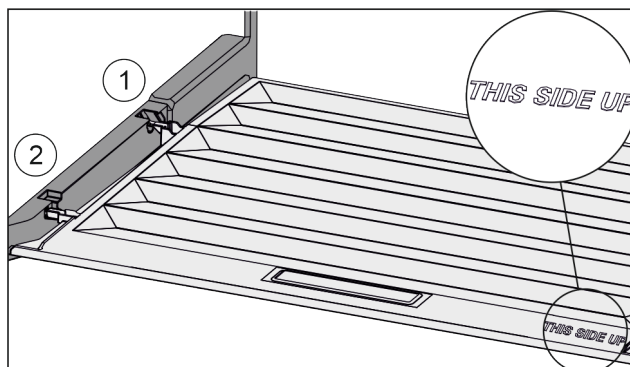

Fig. 95
- Inserire le nervature del coperchio attraverso l'apertura del supporto posteriore Fig. 95 (1) e innestare anteriormente nel supporto Fig. 95 (2).